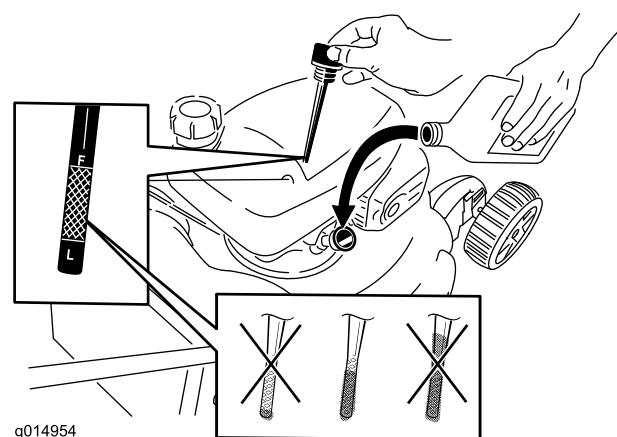

Рисунок 41
- Извлеките масломерный шуп (Рисунок 41).
4. **Медленно** заливайте масло в маслозаливной патрубок до тех пор, пока уровень масла не достигнет отметки **Full (ЗАПОЛНЕНО)** на масломерном щупе (Рисунок 41). **Не допускайте переполнения картера.** (Макс. объем масла: 0,59 л, тип: автомобильное моющее масло (SAE 30), имеющее классификацию API: SF, SG, SH, SJ, SL или выше.)